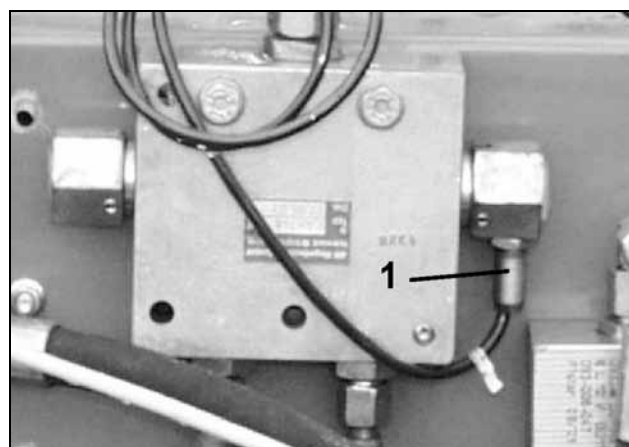

Fig. 65
- con marcasolco, dai sensori (Fig. 65/1), durante il cambio del marcasolco